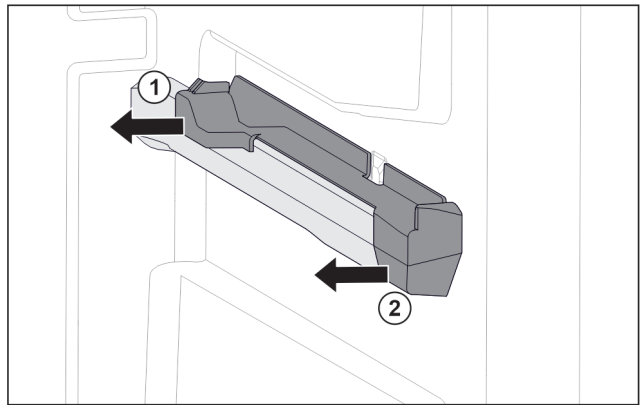

Fig. 122 Piesă de fixare pe nervura din dreapta a recipientului
- ▶ Scoateți piesa de fixare din spate în lateral. Fig. 122 (1)
- ▶ Scoateți piesa de fixare din față în lateral. Fig. 122 (2)